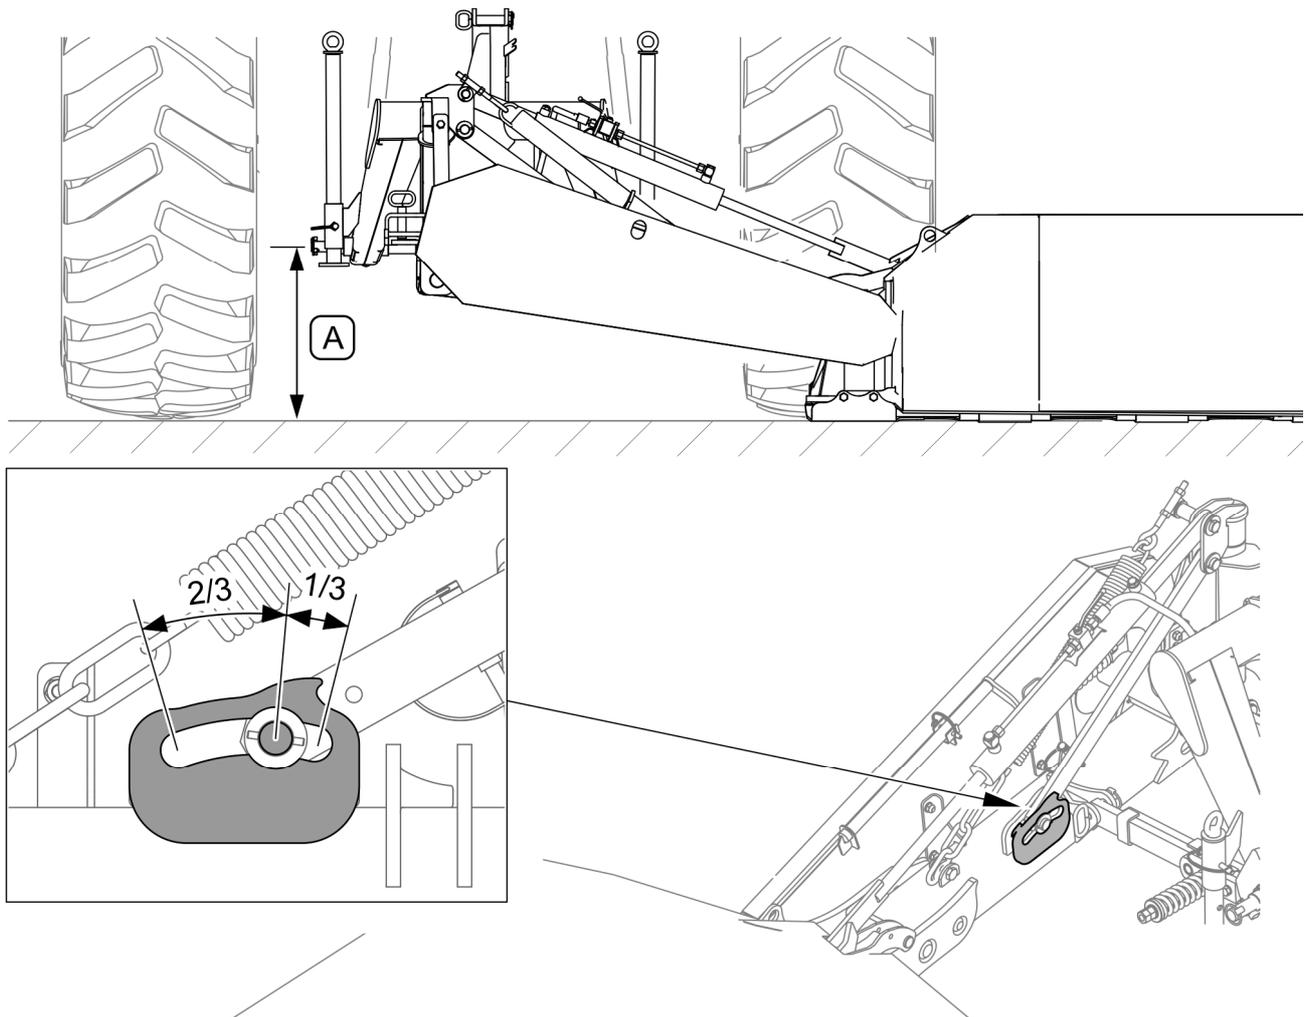

FIGURE 4.10 Réglage de la hauteur de coupe de la faucheuse
Soulevez les bras inférieurs du tracteur à une hauteur (A) telle que la boulon soit positionnée comme sur la Figure 4.10.